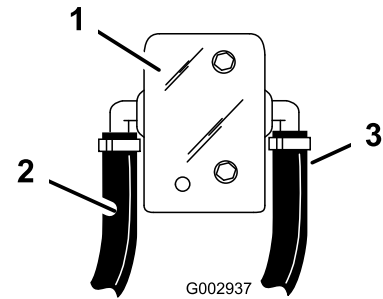

Bild 19
14. Schließen Sie das Ende eines kurzen 1 cm langen Schlauch an die offene Armatur an der S53-T-Armatur an, die Sie im Umwälzungsschlauch eingesetzt haben, und verlegen Sie ihn zur hinteren 1/2 Zoll Zahnung am kleinen Kugelventil (Bild 19).
17. Schließen Sie das Ende eines kurzen 1 cm langen Schlauch an die offene Armatur an der S53-T-Armatur an, die Sie im Überlaufschlauch eingesetzt haben, und verlegen Sie ihn zur vorderen 1/2 Zoll Zahnung am kleinen Kugelventil (Bild 19).